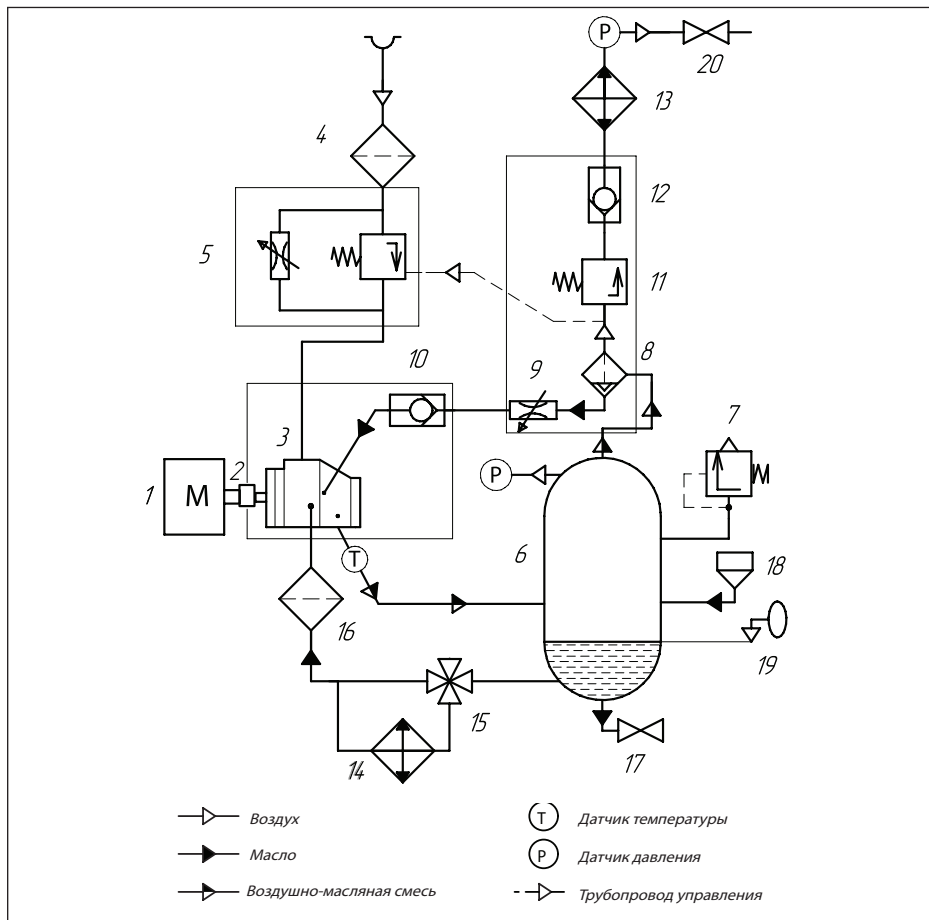

Рис. 2.3 Схема пневматическая D75-D90
2.4 Принцип действия (Смотри рис. 2.3)